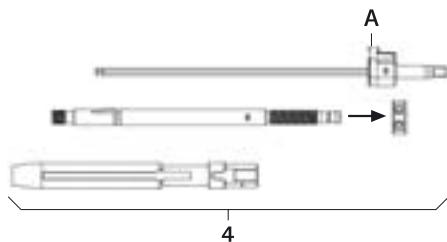

Fig. 1
- Smontare la leva di riduzione 4, vedere Fig. 1: